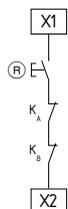

Abb. 5
**Externer Reset-Taster (siehe Abb. 5)**